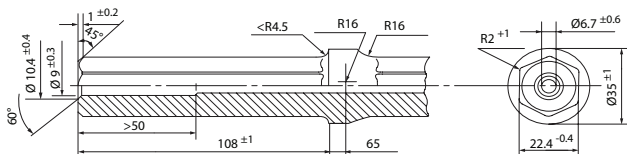

Figura 2
Recomenda-se que seja utilizada a haste de perfuração hex.YB2003-78. Se precisar de fazer a sua própria haste de perfuração, consulte as dimensões na figura 2 e siga as instruções abaixo.
- O furo da mangueira de água tem uma tolerância de 1mm no centro, como indicado na Figura 2.